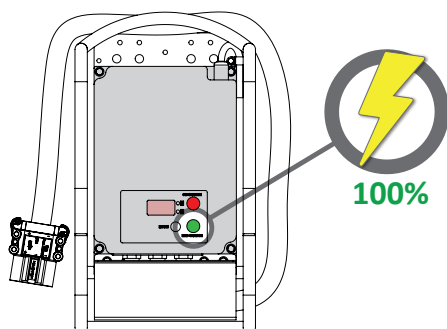

Fig. 17F - Attendre la pleine charge
5. Lorsque la batterie est rechargée à 100 %, le témoin du chargeur passe du rouge au vert (Fig. 17F).